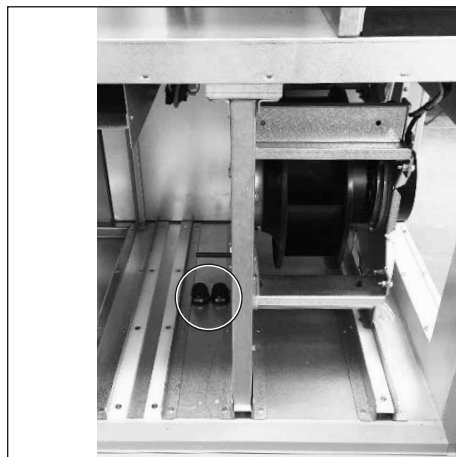

Fig.11
2. Retirer les bouchons et installer la batterie de chauffe (voir Fig.11).